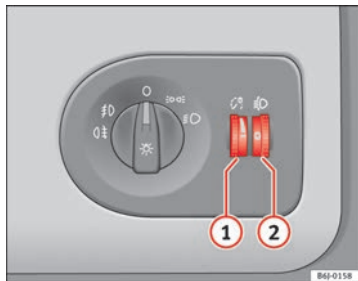

Abb. 56 Ausschnitt aus der Instrumententafel: Regler für die Instrumenten-/Schalterbeleuchtung und Leuchtweitenregulierung
Bei eingeschaltetem Licht lässt sich die Helligkeit der Instrumenten- und Schalterbeleuchtung durch Drehen des Rändelrades → Abb. 56 ① stufenlos regulieren.